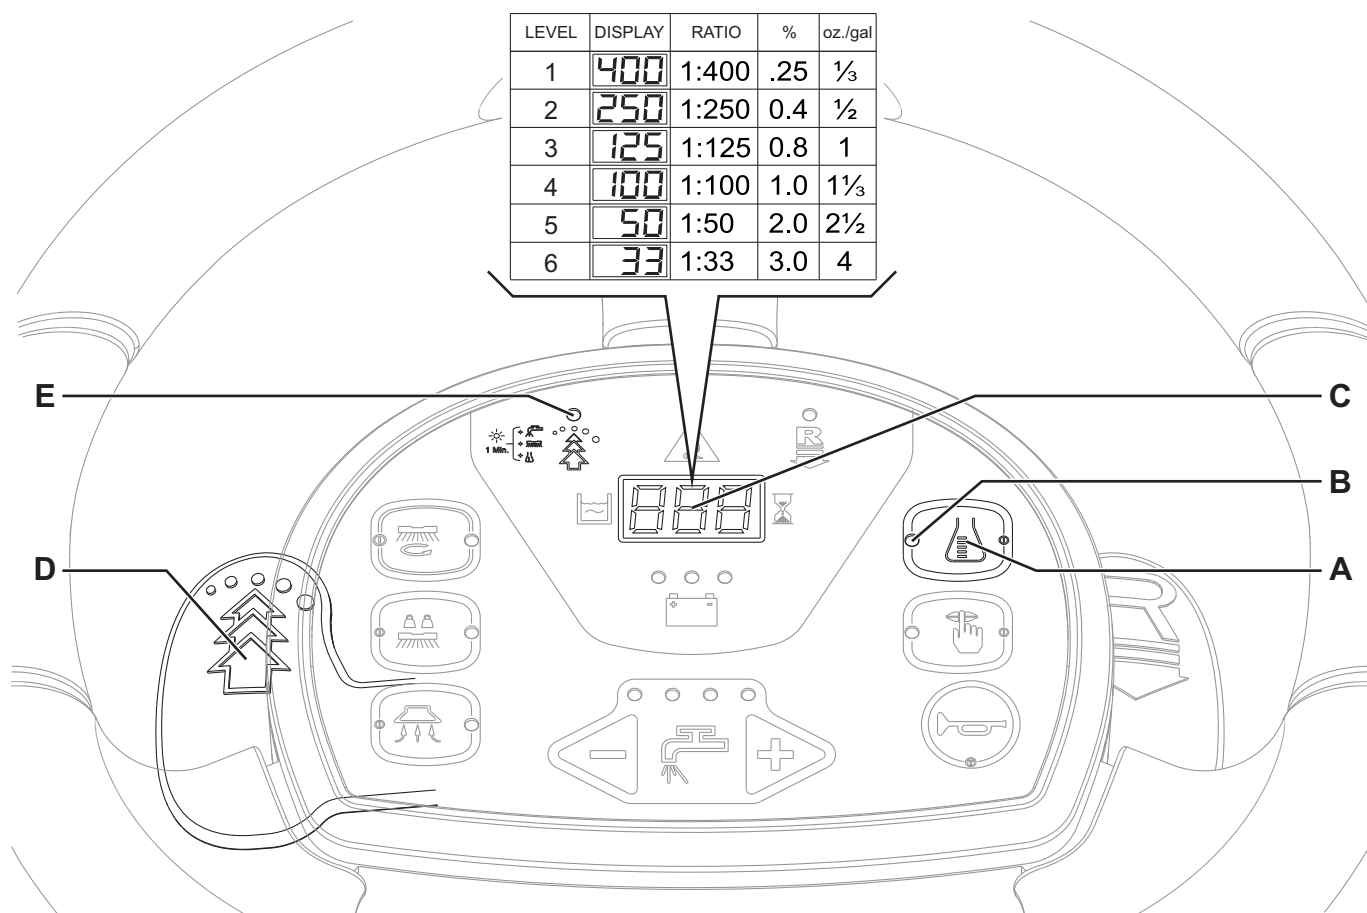

Figura 4
1. Desactivar el interruptor de ajuste del porcentaje de detergente (A) [el LED (B) debe estar apagado].
2. Pulsar y mantener pulsado el interruptor de ajuste del porcentaje de detergente (A) hasta que parpadee la luz de aviso (B).
3. Soltar el interruptor (A). Pulsarlo de nuevo por algunos segundos para pasar al nivel sucesivo indicado por el visualizador (C) como en la tabla indicada en la figura 4; repetir la operación hasta obtener el ajuste deseado.
4. Esperar que el LED (B) acabe de parpadear: el nuevo nivel está ajustado.